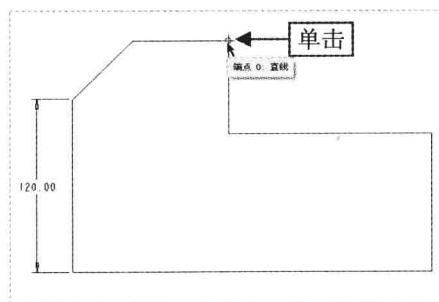

图 3-38 单击鼠标左键
Step 03 在绘图区最上方水平直线的左右端点上单击鼠标左键,如图 3-38 所示。